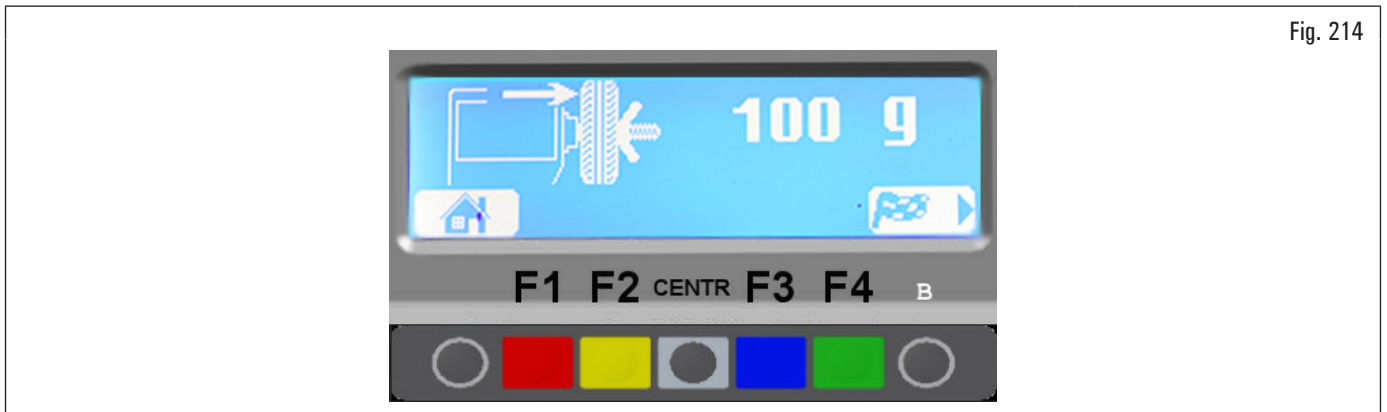

Fig. 214
7. al finalizar el balanceo, quitar el peso de 100 g (3.52 oz) desde la parte externa de la rueda y colocarlo exactamente en la misma posición en la parte interna, procediendo de la manera indicada en la Fig. 214;
Apretar la "tecla F2" y se visualizará la Fig. 214.